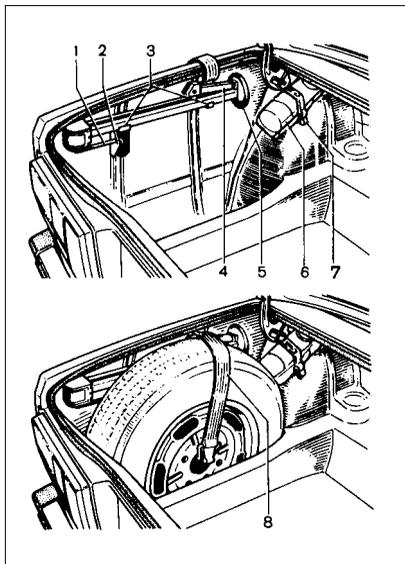

Рис. 42. Укладка и крепление домкрата, сумки с инструментом и запасного колеса
– несущий рычаг 4 (рис. 42) домкрата уложите вдоль рейки и уприте в основание 5 вращением рукоятки;